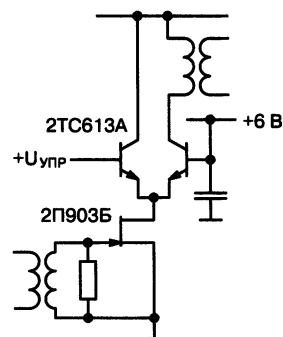

Рис. 4.16. Отсутствие искажений при максимальном сигнале обеспечивается только выбором тока усилительного транзистора
Рис. 4.16 изображает схему широкополосного усилителя с регулированием усиления путем перераспределения суммарного тока между двумя плечами каскада. Степень перераспределения может меняться: от состояния «весь ток через правый транзистор» (максимальный коэффициент передачи) до противоположного состояния (нулевое усиление); для этого достаточно регулировать потенциал одной из баз в небольших пределах относительно другой (на схеме  $U_{УПР}$  примерно от +5,5 до +6,5 В).
**РАДИОЛЮБИТЕЛЬ:** *А кстати: усилительный каскад на рис. 4.16, это ведь заодно и каскодная схема!*